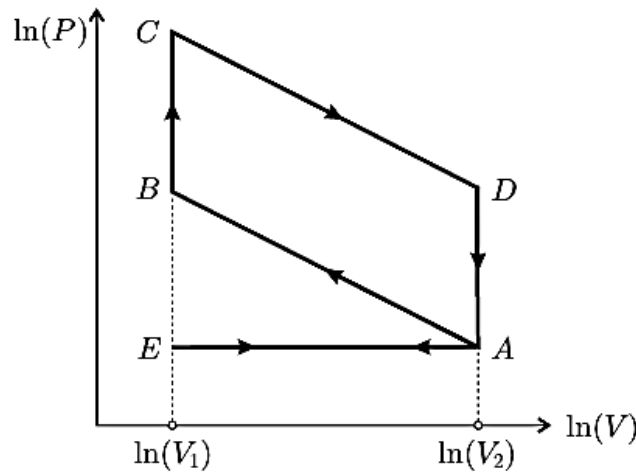

FIGURE 3 – Cycle moteur de Beau à quatre temps en échelle logarithmique
$V_2 = \alpha V_1$ avec le taux de compression $\alpha > 1$. Il est représenté sur la figure 3 en échelle doublement logarithmique dans le diagramme de CLAPEYRON.
- – 13. Reproduire sur votre copie le diagramme de la figure 3 en y ajoutant les isothermes de températures T_f (température minimale du cycle) et T_c (température maximale du cycle).
En déduire l'expression η_{rv} du rendement du cycle moteur de la figure 3 en fonction des températures puis en déduire que $\eta_{rv} = 1 - \alpha^{1-\gamma}$.